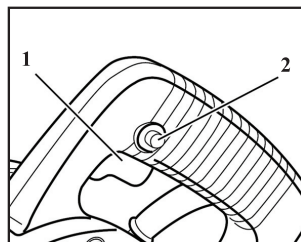

рис. 7
4.2 Для кратковременного включения пилы плавно нажать на кнопку выключателя 1 (рис.7). Для отключения кнопку выключателя отпустить. Для длительного включения плавно нажать на кнопку выключателя и зафиксировать его кнопкой фиксатора 2 (рис.7). Для отключения - выключатель нажать и отпустить, не нажимая фиксатор .